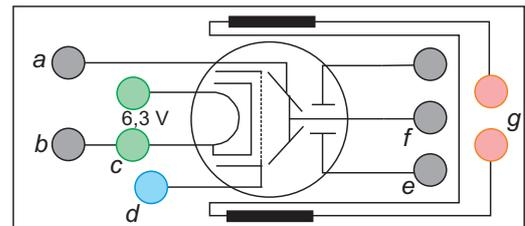

Abbildung 4: Anschlussbelegung:  $a$  Anode,  $b$  Kathode,  $c$  Kathodenheizung,  $d$  Wehneltzylinder,  $e$  und  $f$  nicht angeschlossen, und  $g$  Helmholtzspulen.
2. Pluspol des 50-V-Ausganges am Röhren-Netzgerät mit Minuspol des 500-V-Ausganges kurzschließen und mit Buchse des Fadenstrahlrohres (Kathode) verbinden (siehe dazu Abbildung 4).